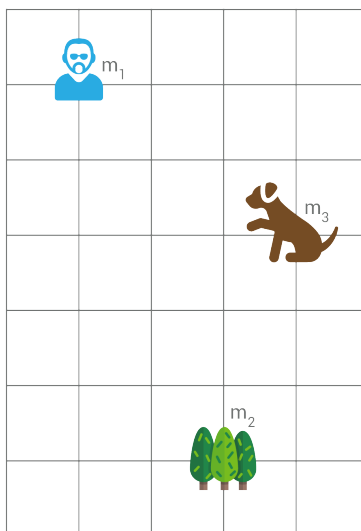

Figura 17.1: Sistema de partículas puntuales.
- En la Figura 17.1 se muestra un sistema de partículas puntuales. Si $m_1 = 70$ kg, $m_2 = 200$ kg y $m_3 = 8$ kg y cada cuadro de la cuadrícula es de $15 \text{ m} \times 15 \text{ m}$, determine la posición del centro de masa de este sistema.